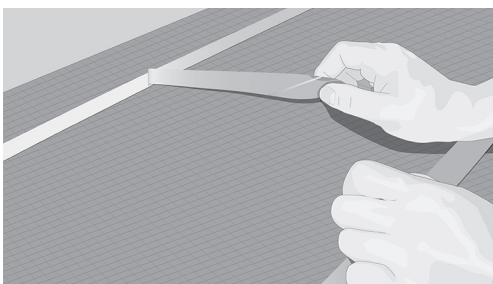

Fig. 6. Legg ut dobbeltsidig tape og fjern papiret bak
10. Fest kabelen på den dobbeltsidige tapen, og fjern dekkpapiret etter hvert som kabelen legges videre (fig. 6 og 7).